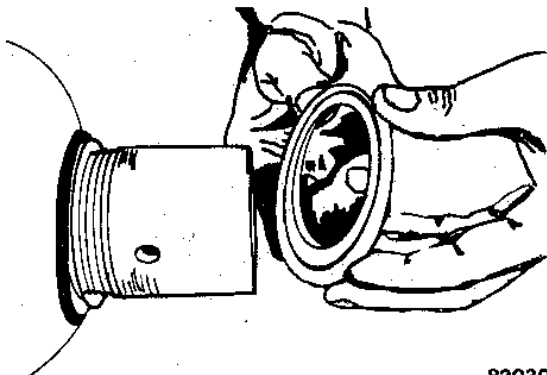

FIGURA 3-15 REMOCIÓN DEL ESPACIADOR
5. Saque el espaciador, Figura 3-15.